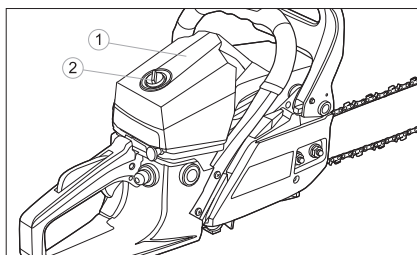

Рис. 24
1. Снимите крышку воздушного фильтра 1 (рис. 24), открутив гайку 2.